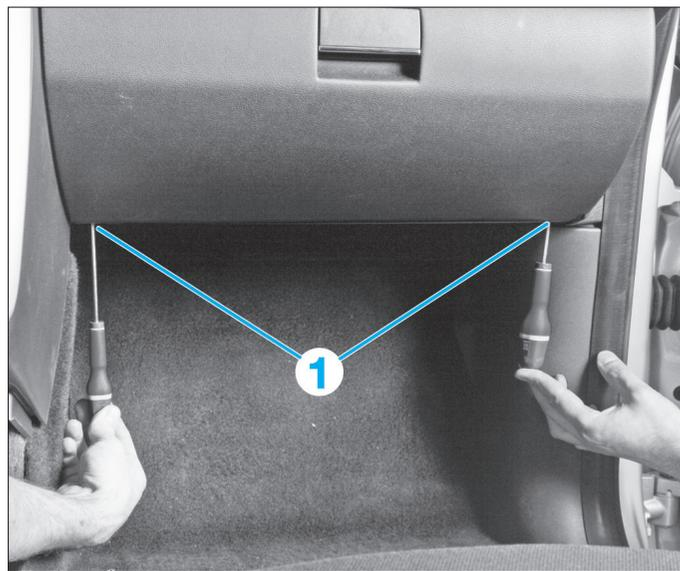

FIG. 15
- Déposer les vis (1) (**Fig.15**).